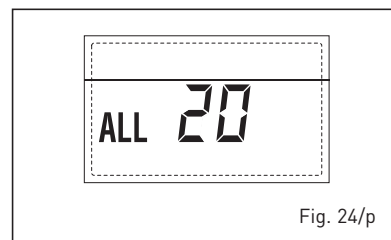

Fig. 24/p
- ANOMALIA GUASTO Sonda MANDATA PRIMA ZONA MISCELATA "ALL 21" (fig. 24/q)